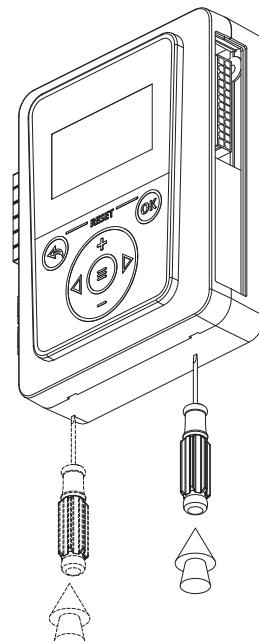

Рис.23 Демонтаж лицевой панели
2. снимите лицевую панель контроллера, ослабив защелки с помощью отвертки (Рис.23);